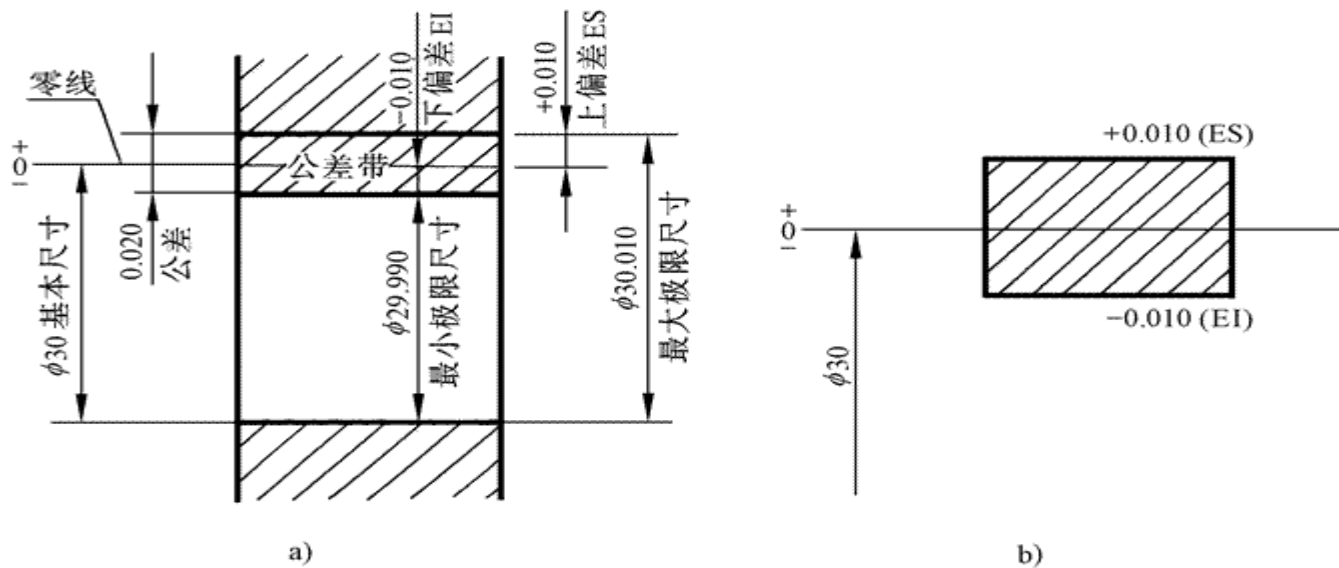

图 9-27 尺寸公差名词解释及公差带图
2) 极限尺寸 允许尺寸变动的两个极限值，它是以基本尺寸为基数来确定的。如图 9-27 中孔的最大极限尺寸  $30+0.01=\phi 30.01$ ；最小极限尺寸  $30-0.01=\phi 29.99$ 。